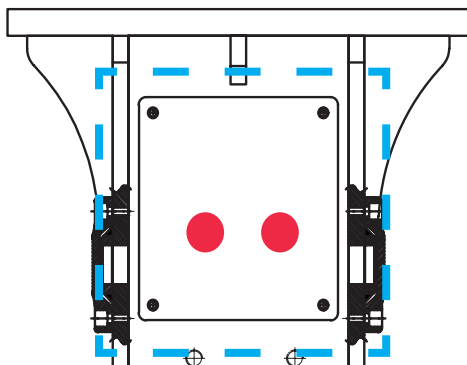

Fig 4
- Demontieren Sie die OBERE ABDECKPLATTE und bohren Sie zwei Löcher mit einem Durchmesser von 30 mm hinein. (Fig.4). Die genaue Position der Löcher ist im Lochbild auf Seite 2 dargestellt.**
Dismantle the UPPER COVER PLATE and Drill two holes with a diameter of 30mm into it. (Fig.4) The exact position for the holes is shown in the HOLE PATTERN DIAGRAM on page 2.